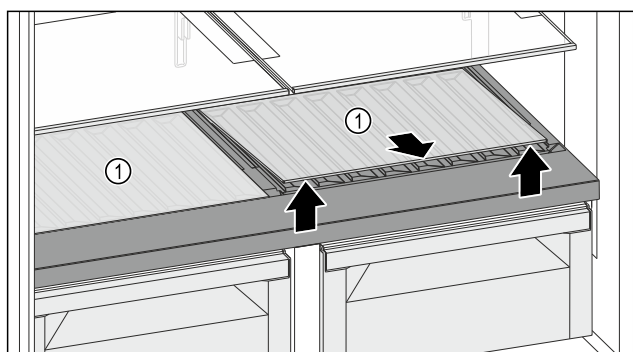

Fig. 121
- ▶ Jednu skleněnou desku nebo obě skleněné desky Fig. 121 (1) zvedněte za vybraní vpředu a vyjměte je.
- ▶ Skleněnou desku(desky) Fig. 121 (1) uložte bezpečně mimo spotřebič.